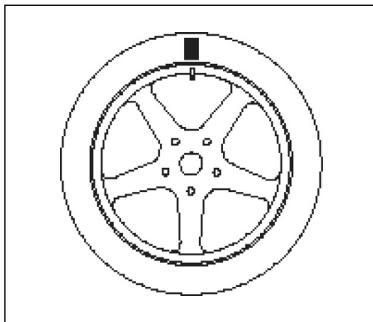

Figura F5.4 - Marcado en la rueda donde
- 3) Ajuste la boquilla de rueda a la posición de las 12 en punto y márquela en la rueda donde está la boquilla, como se muestra en la Figura F5.4